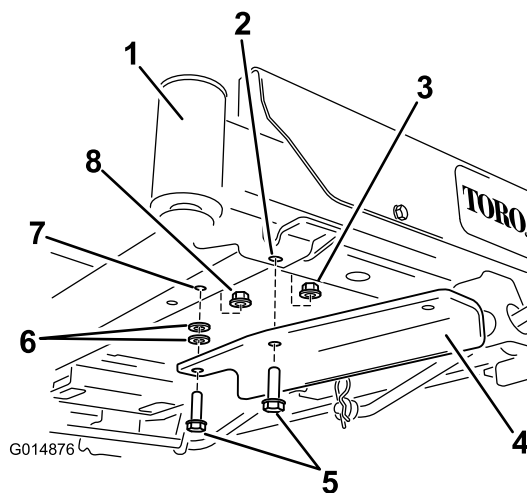

Figura 6
- Pentru mainile fără pedală de ridicare cu asistare a piciorului, fixezi suportul folosind 2 uruburi ($\frac{3}{8}$ " x $1\frac{1}{4}$ "), 2 aibe i 2 contrapiulie ($\frac{3}{8}$ ") (Figura 6).